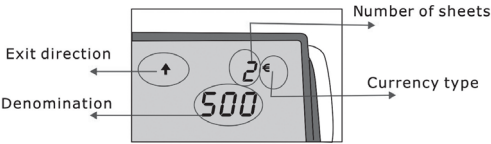

Fig.3
- 1. Per visualizzare il rapporto dei rilevamenti effettuati, premere il tasto direzionale e il rapporto di rilevazione. Premere lo stesso pulsante per visualizzare ogni rilevamento effettuato (fig. 3)